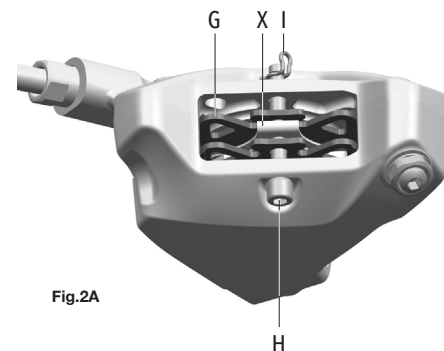

Fig.2A
- plaquette (G - Fig.2A)
- Ressort (X - Fig.2A)
- vis de blocage des plaquettes (H - Fig.2A)
- goupille de sécurité de la vis des plaquettes (I - Fig.2A)